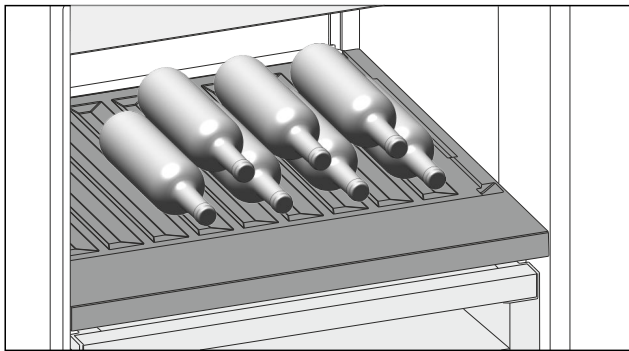

Fig. 150 Примерное изображение
- ▶ Бутылки укладывайте дном к задней стенке. (см. Fig. 150)